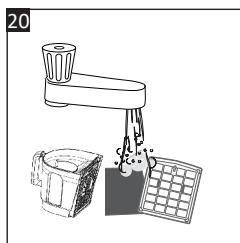

Fig. 20
6. Tenez le filtre éponge (21) avec le côté sale vers le bas et rincez-le sous le robinet avec de l'eau tiède jusqu'à ce que l'eau soit claire (Fig. 20). Rincez le filtre HEPA (22) de la même manière.
7. Rincez l'intérieur du compartiment à poussière (11) à l'eau tiède.